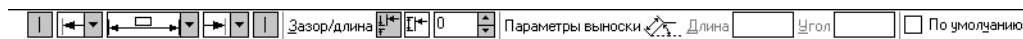

Рис. 12.5. Элементы управления вкладки **Параметры**
Вы можете настраивать отображение создаваемых размеров. Для этого следует использовать элементы управления, расположенные на вкладке **Параметры** Панели свойств (рис. 12.5).
Вы можете выполнить индивидуальную настройку проставляемого размера: отменить отрисовку любой из выносных линий, сменить стрелки на засечки, задать расположение размерной линии на полке и т.п. Для этого предназначены элементы управления, расположенные на вкладке **Параметры** Панели свойств (рис. 12.5 на с. 124).
3. Активизируйте вкладку **Параметры** на Панели свойств (рис. 12.5 на с. 124).